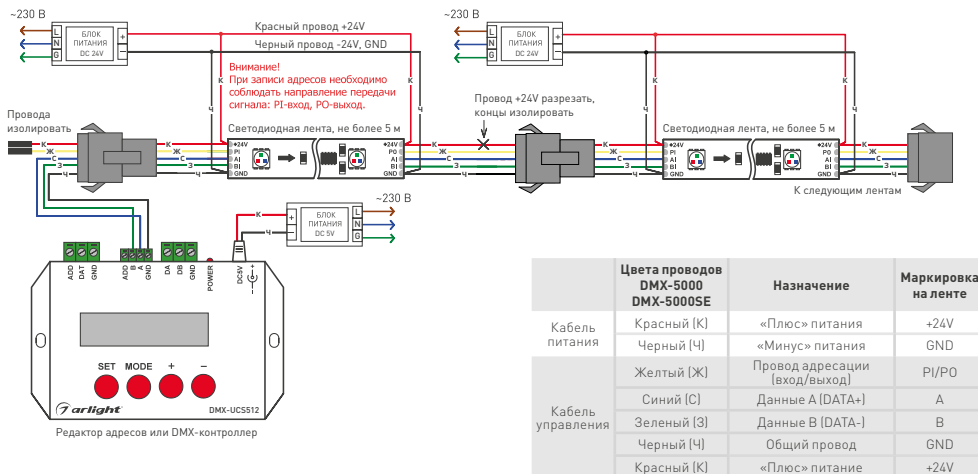

Рисунок 1. Схема подключения ленты на примере редактора адресов DMX-UCS512 и с использованием отдельных блоков питания
- Подключите ленту в соответствии со схемой (рисунок 1). Соблюдайте полярность подключения и направление передачи сигнала (вход/выход). Обращайте внимание на маркировку, нанесенную на печатную плату, и на цвета соединительных проводов.
- Подключите ленту согласно схеме (рисунок 1).